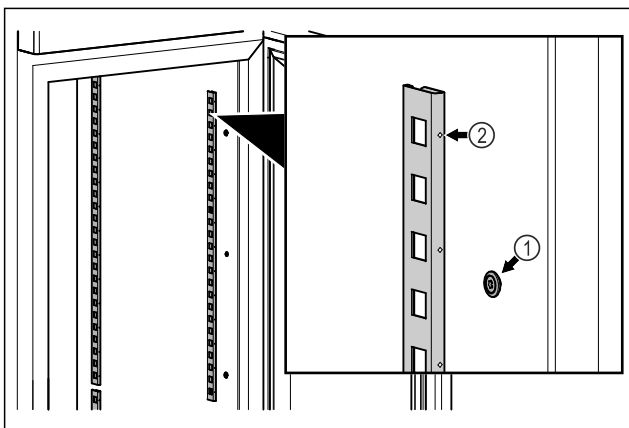

Fig. 79 Példaként szolgáló ábrázolás
▶ Akassza be a rögzítőléceket a felfüggesztésbe Fig. 79 (1). A jelölésnek Fig. 79 (2) előrefelé kell néznie.